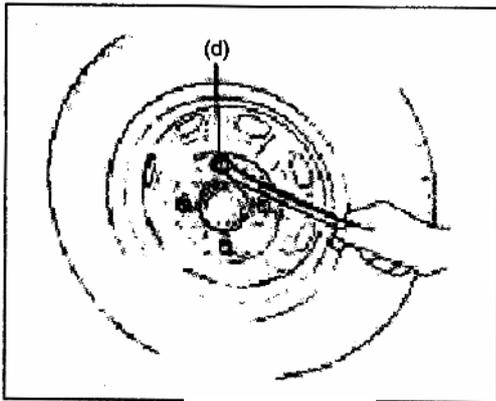

Рис. 589
- 14) Установите колеса и затяните гайки колес требуемым моментом (Рис. 589).